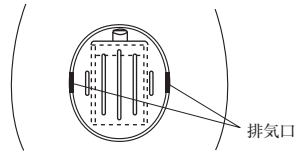

図5
- 4) 排液ボトルを体表にテープ等で貼付固定する際は、排気口を塞がないこと。ボトルが閉鎖系となるため十分な肺の膨張が得られない危険性がある。（図5）